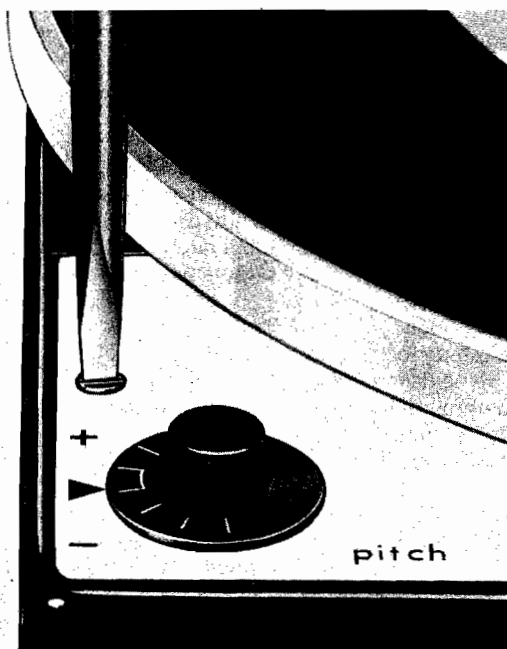

Fig. 20
Die Tonhöhenabstimmung ist richtig geeicht wenn bei exakt eingestellter Plattenteller-Drehzahl $33 \frac{1}{3}$ U/min (Strichmarkierung der aufgelegten Stroboskopscheibe bleibt stehen) sich die Markierung am Drehknopf (1) innerhalb des Nullbereiches der Skala befindet (Fig. 20).
Pitch control is correctly calibrated when with the platter speed set to exactly $33 \frac{1}{3}$ rpm (lines on stroboscope disc appear to stand still) the marking on knob (1) is within the zero range of the scale (fig. 20).